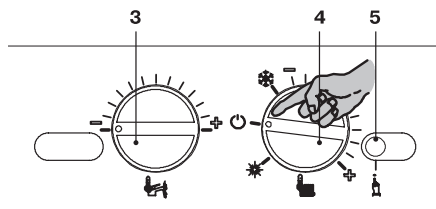

Рисунок 9.5
- Чтобы получить доступ к функции «трубочист», войдите в режим программирования, нажав и удерживая в течение 15 с кнопку сброса 5 (Рисунок 9.5) до появления параметра P01. На ЖК-дисплее последовательно отобразятся следующие символы (параметр P01 будет загораться поочередно с ---).
- Нажмите кнопку сброса 5 (Рисунок 9.5) и пролистайте параметры, пока не дойдете до параметра, предназначенного для настройки функции «трубочист». На ЖК-дисплее последовательно отобразятся следующие символы (параметр P09 будет загораться поочередно с 00).